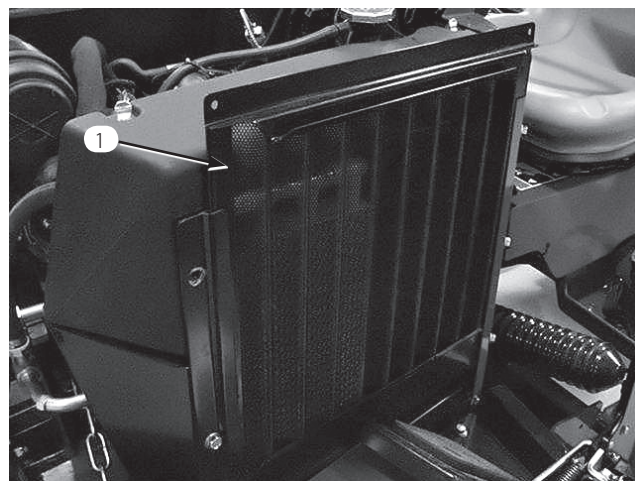
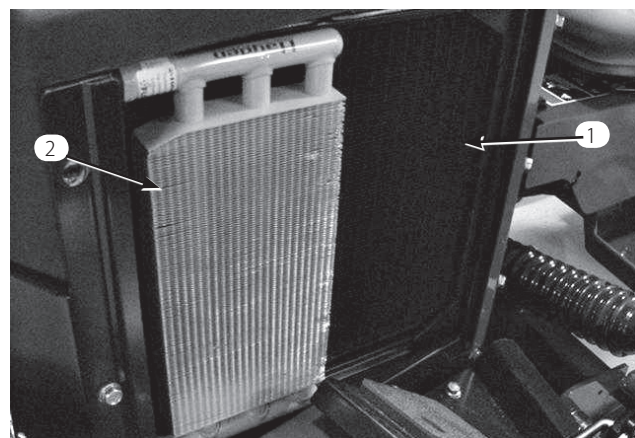
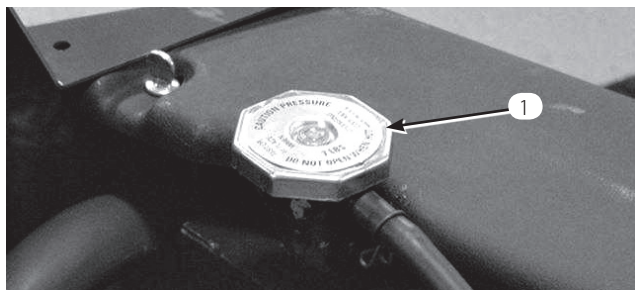

図 21
図 22
図 23
重要 エンジン・オイルを補給する時には、補給口とジョウゴなどの間に、図 21 に示すようなすき間が必要です。これは補給の際に通気を確保し、オイルがブリーザ内部に侵入しないようにするためです。
1. ラジエター (図22)、スクリーン (図21)、オイル・クーラ (図23) に付いているほこりを取る；この部分は毎日の点検清掃が必要、ほこりの多い環境では数時間おきに点検する。清掃要領については39ページを参照のこと。